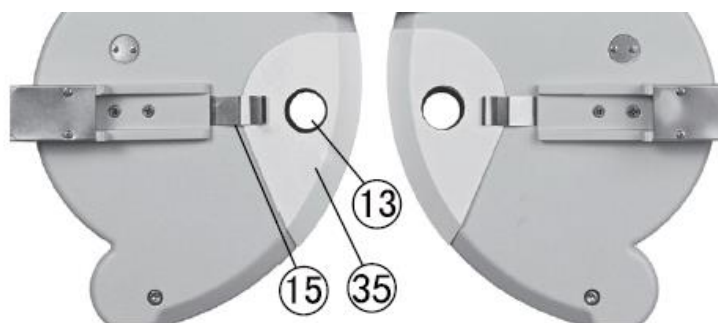

Figura 10
Coloque el protector facial ③⑤ para que el clip del protector facial ①⑤ lo atrapa. Luego, alinee la apertura del protector facial con la apertura del examen. ①③ (Figura 10).